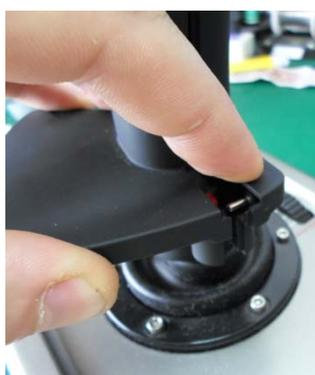

Рис. 3.6.
4. Приложите правую половинку ручки к штоку механики таким образом, чтобы пружина твиста не соскочила со своего места, и пристыкуйте левую половинку с установленным резистором к ней и панели головы ручки (рис. 3.6).